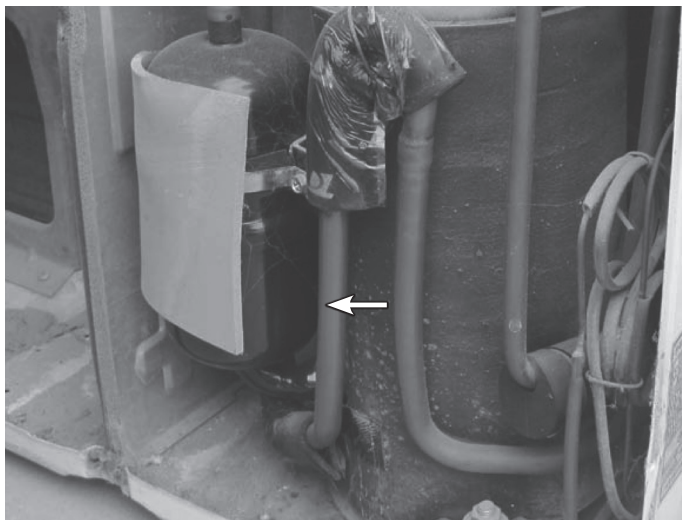

图 7-25 调整排气管位置
3) 在工作时由于振动较大，压缩机排气管上无减振装置引起相碰而引起噪声。调整压缩机排气管，如图 7-25 所示，使其远离压缩机，再上电试机，故障排除。